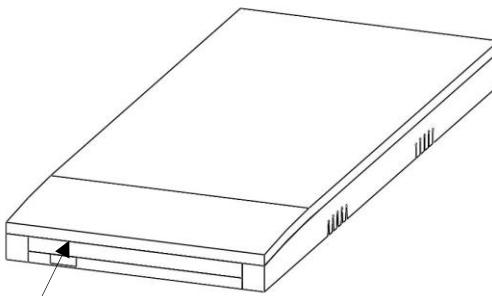

Figura 1
Modelo padrão: o número de série (A) está localizado na parte interior da capa, no centro da espuma, perto do canto inferior direito da superfície de suporte, conforme mostrado na **Figura 1**. Para consultar o número de série, abra cerca de 30 cm da capa para ter acesso à caixa de espuma. O número de série pode ser lido através da barreira contra fogo, se o modelo contiver uma.